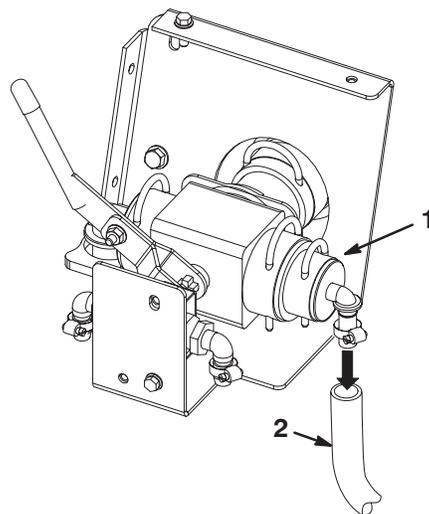

Figure 18
21. Connectez un flexible de 1/2 pouce au raccord ouvert sur le distributeur de commande (Fig. 18).